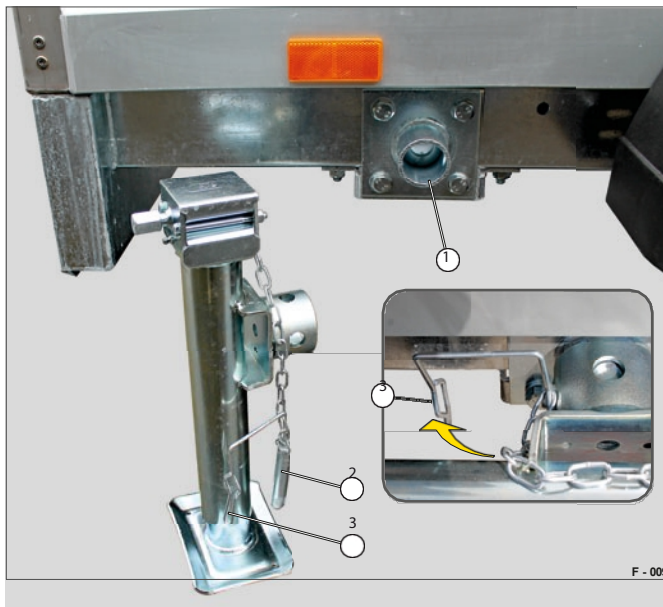

Fig. 8 Reposicionamento do suporte da manivela telescópica
- Desapertar o suporte (Fig. 8/3) do pino de encaixe (Fig. 8/2).
- Puxar o suporte do suporte (Fig. 8/1) ou rodar o suporte para uma posição horizontal.